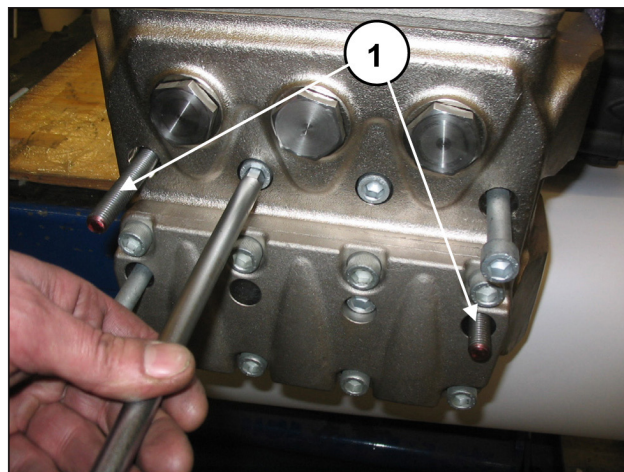

Fig. 42
- Desserrer les deux vis extérieures de fixation de la tête M12x160 et les remplacer par deux barres filetées M12 (Fig. 42, rep. ①) pour éviter d'endommager les pistons, puis procéder à la dépose des autres vis.